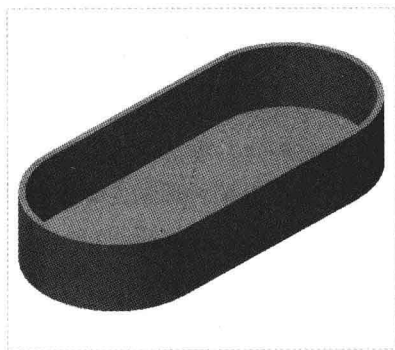

图 4-29 创建两点基准轴
Step 04 单击“确定”按钮，此时系统自动命名为 A_1，在绘图区的空白位置单击鼠标左键，即可创建两点基准轴，如图 4-29 所示。